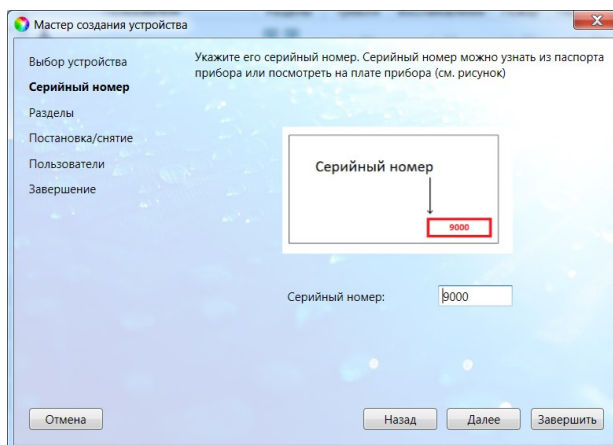

Рис. 5.10. Окно *Серийный номер*
- В следующем окне *Серийный номер* автоматически определяется серийный номер (рис. 5.10).